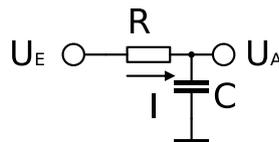

Abbildung 3.3: Schaltung zum Kondensator
- Bauen Sie die Schaltung gemäß Abb. 3.3 auf und wählen Sie  $R$  und  $C$  so, dass die Zeitkonstante  $\tau = RC$  in einem für die Messung sinnvollen Bereich liegt. Legen Sie an  $U_E$  eine Rechteckspannung an, die zwischen  $0\text{V}$  und  $10\text{V}$  wechselt und deren Periode groß gegenüber der Zeitkonstanten  $\tau$  ist. Beachten Sie bei der Wahl der Signalquelle den maximalen Auf- bzw. Entladestrom. Stellen Sie den Verlauf von  $I$ ,  $U_E$  und  $U_A$  grafisch dar. Bestimmen Sie  $\tau$  durch Exponentialfits für das Auf- und Entladen und vergleichen Sie mit der Theorie.